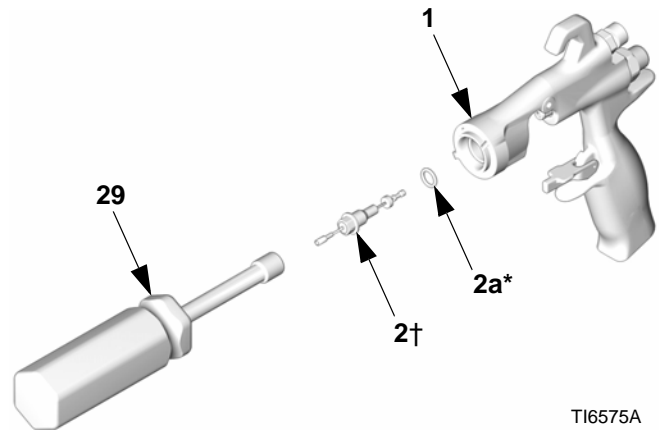
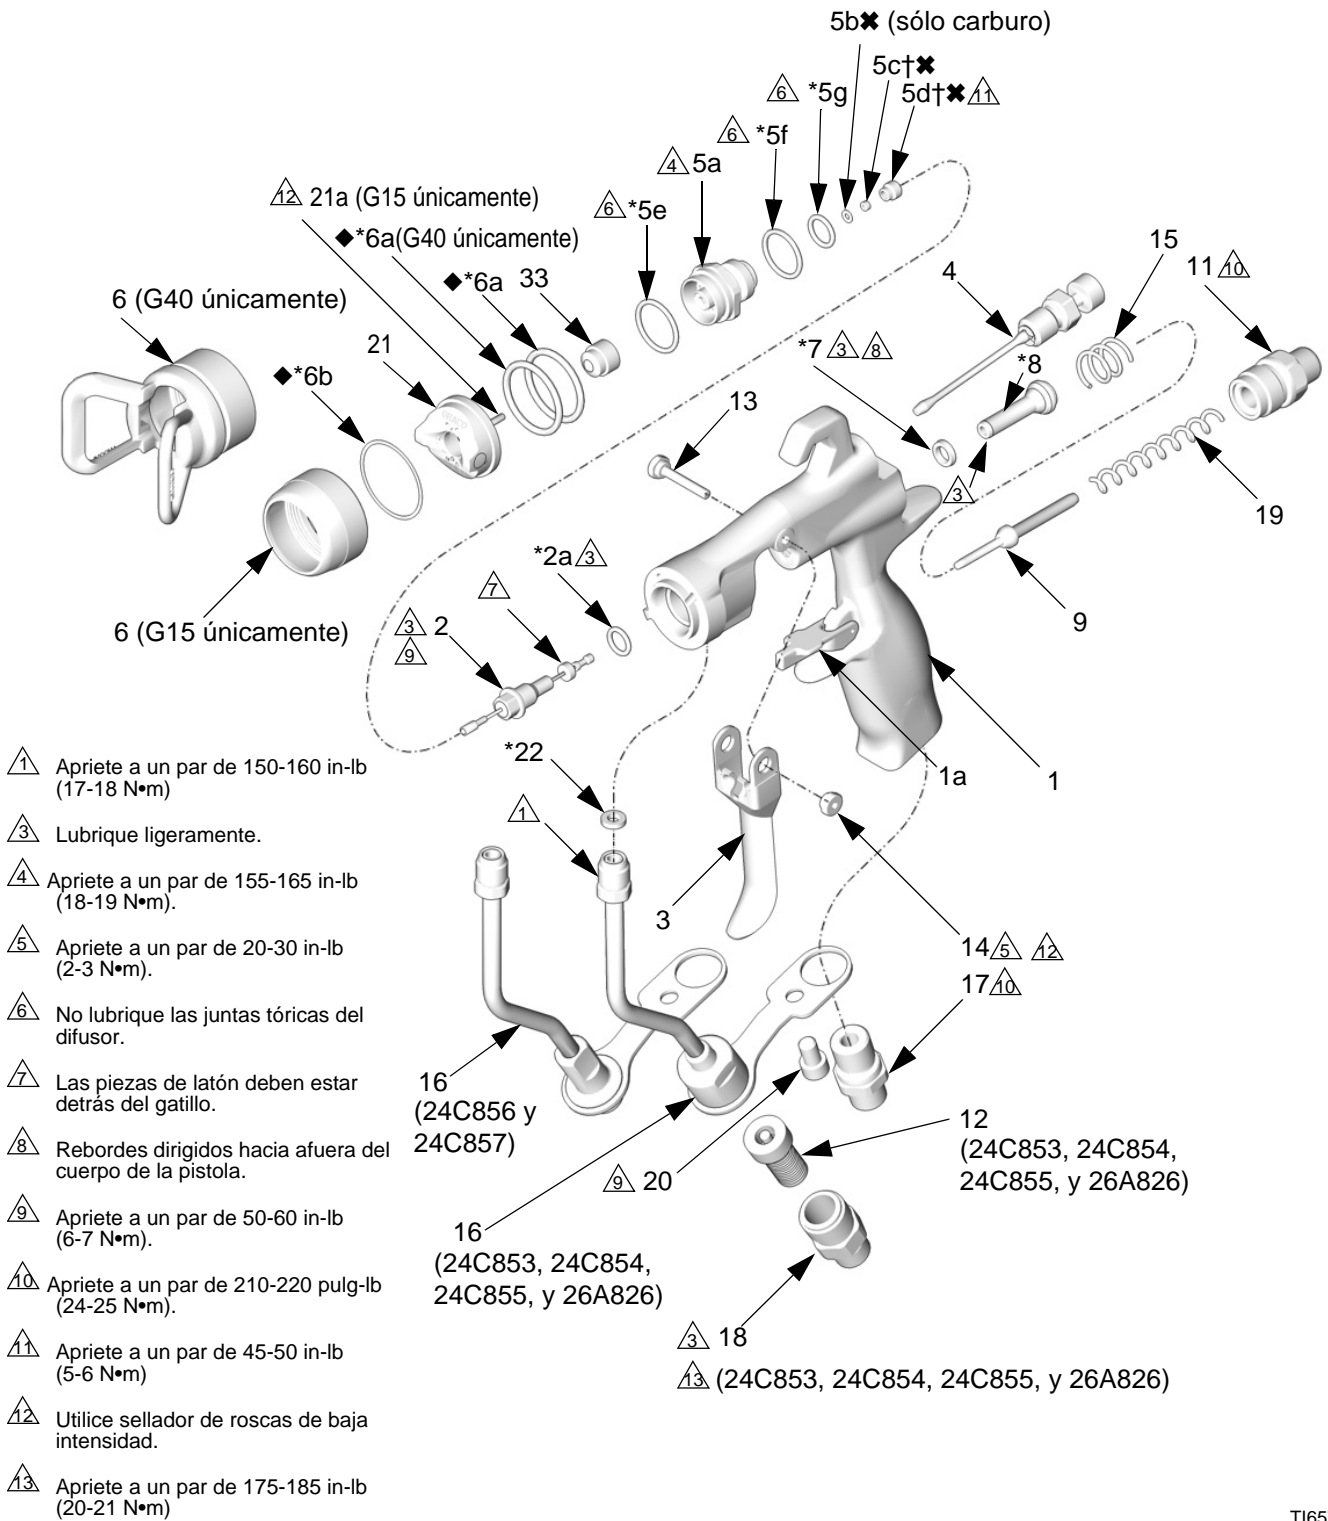

FIG. 42
FIG. 43
1. Instale la junta del tubo (22*) en la pistola. Apriete a mano el conector del tubo de fluido (C) en la entrada de fluido de la pistola. Apriete a mano el racor de entrada de aire (17) y el tornillo (20). Apriete el conector del tubo de fluido a un par de 150-160 pulg-lb (17-18 N•m). Apriete el racor de entrada de aire y el tornillo a un par de 210-220 pulg-lb (24-25 N•m). Apriete el tornillo del soporte del tubo de fluido a un par de 50-60 pulg-lb (6-7 N•m). Vea FIG. 43.
2. Instale el filtro de fluido en línea (12) en la base del tubo de fluido. Enrosque la pieza de conexión de entrada de fluido (18) en la base del tubo. Apriete a un par de 175-185 pulg-lb (20-21 N•m). Vea FIG. 43.
4. Lubrique el extremo delantero del conjunto de la válvula neumática (8*). Deslice cuidadosamente el conjunto de la válvula neumática en la parte trasera de la pistola, pasando a través de la copela en U (7*), empújela tanto como pueda. Tenga cuidado de no dañar la copela en U. Vea FIG. 43.
5. Introduzca con cuidado el extremo más delgado del eje (9) en la válvula de aire (8*).
6. Instale los dos muelles (15 y 19). Enrosque la tapa de resorte (11) en la parte trasera del cuerpo de la pistola. Apriete a un par de 210-220 pulg-lb (24-25 N•m).
7. Lubrique ligeramente las juntas tóricas del conjunto de la aguja y los puntos del eje dónde las empaquetaduras se deslizan. Asegúrese de que la junta tórica (2a*) está colocada en el cuerpo de la pistola (1).
8. Introduzca el conjunto de la aguja de fluido (2) por la parte delantera de la pistola. Utilice la llave para tuercas (29) para enroscar el conjunto de la aguja de fluido en el cuerpo de la pistola (1) y apriete a un par de 50-60 in-lb (6-7 N•m). Vea FIG. 42.
9. Instale el gatillo (3), el pasador de pivote (13), y la tuerca (14). Utilice un sellador de roscas de baja intensidad y asegúrese de que la pieza de latón del conjunto de la aguja de fluido (2) está detrás del gatillo. Vea FIG. 43. Lubrique los dos lados del pasador de pivote en los puntos en que el gatillo hace contacto con el pasador y lubrique el resalte de ambas superficies de la pistola dónde el gatillo hace contacto con el cuerpo de la pistola. Apriete la tuerca a un par de 20-30 N pulg-lb (2-3 N•m).
10. Dispare la pistola para hacer retroceder la aguja mientras enrosca el conjunto del difusor (5) en el cuerpo de la pistola (1), con la herramienta especial para pistolas (30). Apriete a un par de 155-165 in-lb (18-19 N•m). Cuando se aprieta correctamente, la brida tocará el fondo de la pistola.
11. Sujete el anillo de retención (6), el cabezal de aire (21) y la boquilla de pulverización (33).